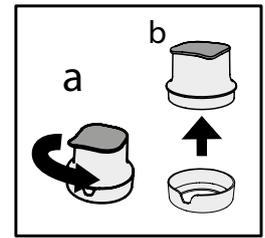

Fig. 5
- Enlevez l'entonnoir du boîtier du filtre en le tournant dans le sens antihoraire (Fig 5. a - b).
Installez ensuite le porte-bouteilles suspendus sur le réservoir d'eau et assemblez-les sur la porte comme illustré à la Fig. 15. Une fois assemblé, installez le filtre avec la cartouche de charbon (comme illustré aux Fig. 5, 6, 7, 8).